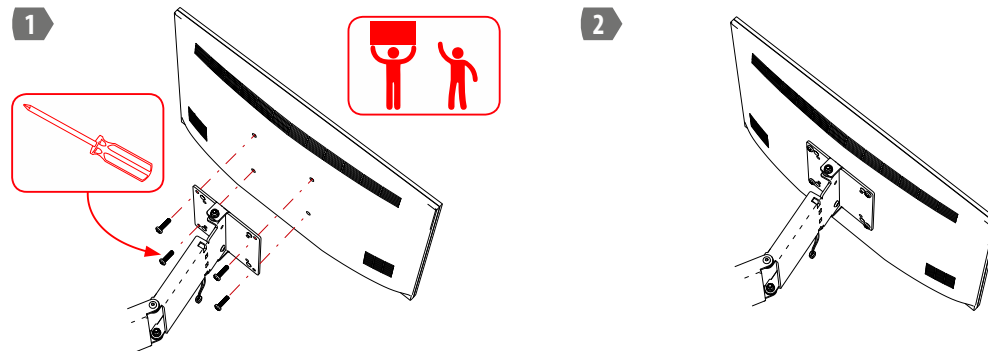

Рисунок 3. Установка телевизора или монитора на кронштейн
5. Навесьте монитор на несущую панель. Удобнее и безопаснее это делать вдвоём, особенно с мониторами или телевизорами, имеющими диагональ 24"-32" (см. рис. 3). Диаметр и длину крепёжных винтов следует уточнить в руководстве пользователя или в технической поддержке производителя телевизора (монитора).